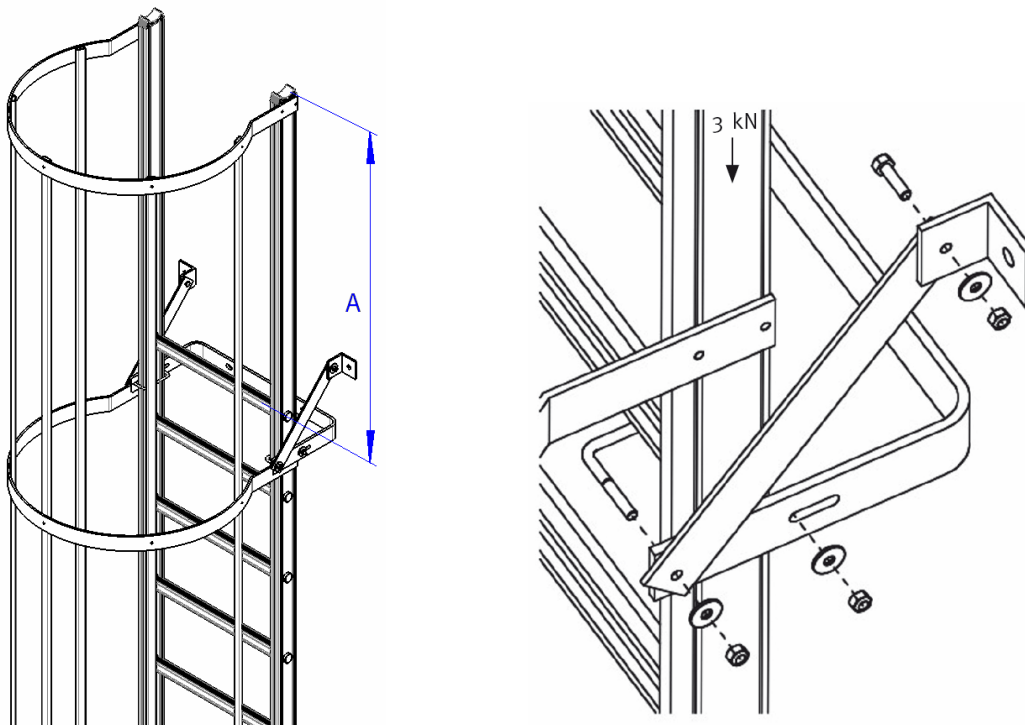

Figura 1
- Utilice los elementos correctos de fijación. Para el cálculo de la fuerza del anclaje hay que tener en cuenta una fuerza de 3kN en cada larguero, en paralelo a la dirección del eje central (véase figura 1). El anclaje y las conexiones correspondientes tienen que poder soportar una carga por larguero de 3000N. Esta carga solo puede tener en cuenta un máximo de 4 puntos de anclaje.
- Monte lo(s) soporte(s) de pared y el posible juego de soporte(s) suspendido en las piezas de la escalera (ver figura 1 y 2). Fíjese que el soporte de pared esté colocado lo más justo posible debajo del peldaño. La máxima distancia entre dos soportes de pared es de 2 metros.